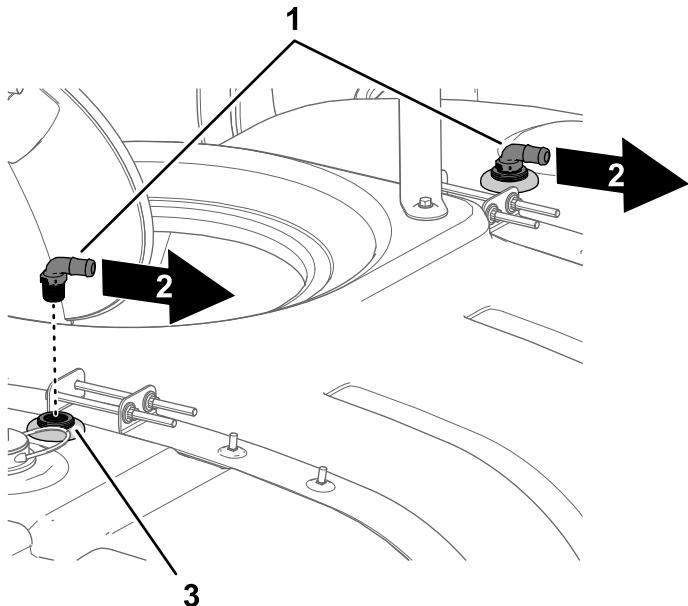

Рисунок 23
- Установите прямоугольные штуцеры в переходные штуцеры промывочных сопл в сборе (Рисунок 23).
6. Совместите прямоугольные штуцеры типа «елочка» с правой стороной машины (Рисунок 23).